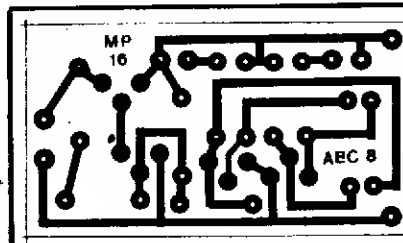

Fig. 3
- FIG. 3 - O lay out da placa es-